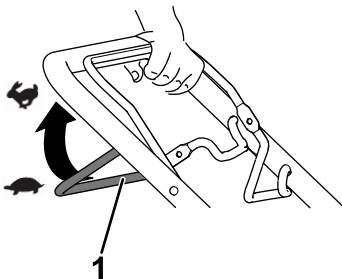

Bild 12
- **Einkuppeln des Selbstantriebs:** Ziehen Sie den Selbstantriebsbügel zum Holm und halten Sie ihn in dieser Stellung fest (Bild 12).